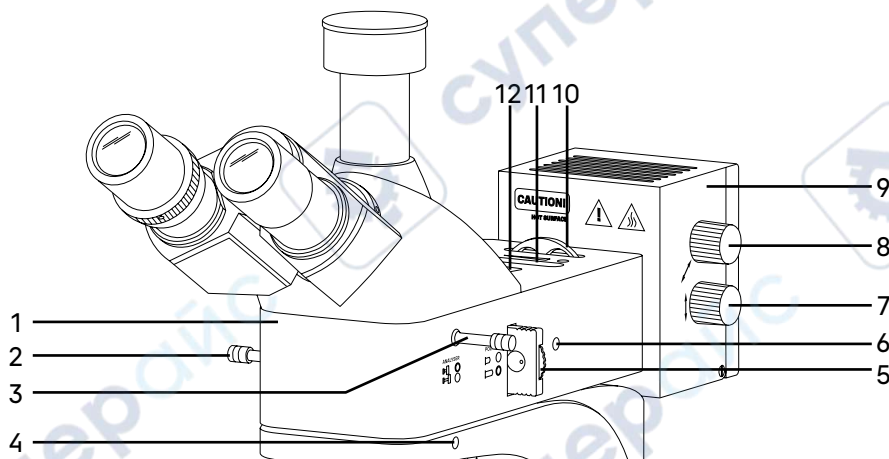

Рис. 4. Насадка осветителя отраженного света
Осветитель отраженного света представлен на рис. 4.
Корпус насадки 1 (рис. 4) устанавливается сверху на штатив микроскопа и закрепляется винтом 4 (рис. 4) при помощи ключа-шестигранника. В корпусе насадки располагаются:
- устройство простой поляризации – вращающийся поляризатор 5 (рис. 4) и встроенный анализатор 3 (рис. 4);
- полевая диафрагма 12 (рис. 4) и апертурная диафрагма 11 (рис. 4);
- несъемное кольцо с набором цветных фильтров 10 (рис. 4) имеет пять положений: свободное отверстие и 4 фильтра – матовый, желтый, зеленый и синий;
- рукоятка 2 (рис.4) для переключения на режим отраженного/проходящего света (MAGUS Metal 600) – для переключения на режим проходящего света (для исследования прозрачных и полупрозрачных пленок и фильтров) выдвиньте рукоятку 2 (рис. 4) до упора, а для переключения на режим отраженного света (для освещения непрозрачных образцов, таких как металлы и сплавы, для исследования поверхности образца с целью выявления его текстуры, микроструктуры и обнаружения дефектов) установите ее в крайнее вдвинутое положение.
— рукоятка 2 (рис. 4) для переключения на режим светлого/темного поля (MAGUS Metal 600 BD) – для улучшения контраста и детализации изображения образцов, что позволяет лучше изучать их микроструктуру (Режим светлого поля дает достоверное увеличенное изображение объекта. Режим темного поля: для наблюдения объекта в рассеянном свете, который дает контрастные изображения границ зерен и дефектов поверхности, невидимых в светлом поле). Для работы микроскопа по методу темного поля выдвиньте рукоятку светлого/темного поля 2 (рис. 4) в положение  DF, а для работы по методу светлого поля убедитесь, что она установлена в задвинутое положение  BF.
Поляризатор 5 (рис. 4) расположен в корпусе насадки между источником света и объективами. Поляризатор имеет два положения – свободное отверстие и поляризационный фильтр. Поляризатор вращается в диапазоне 0–360°. Чтобы ввести поляризатор в оптическую ось, следует вставить устройство до конца. Поляризованный свет передается через объектив на объект.
Анализатор 3 (рис. 4) расположен между объективом и визуальной насадкой. Анализатор имеет два положения – свободное отверстие и поляризационный фильтр. Чтобы ввести анализатор в оптическую ось, следует вставить устройство до конца.
Фонарь лампы 9 (рис. 4) крепится на насадку 1 (рис. 4). Внутри фонаря располагается источник света – галогенная лампа. Центрировка лампы по трем осям осуществляется рукоятками 15 (рис. 2) и 7, 8 (рис. 4). Галогенная лампа нагревается, поэтому корпус фонаря имеет решетку для естественного охлаждения источника света.
Процесс установки (монтажа) показан на рис. 4.